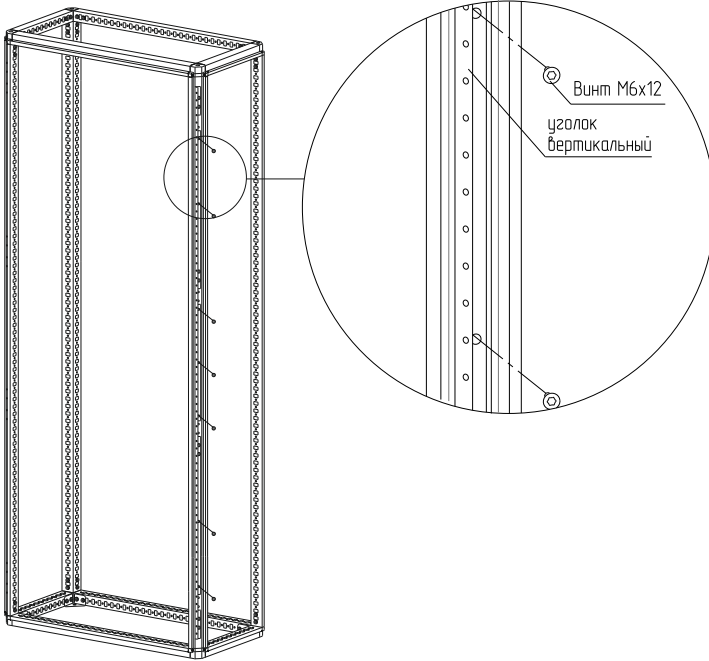

Рисунок 51
4.26.3 Закрепите уголок дополнительными винтами М6х 12 в просверленные отверстия (рисунок 51), момент затяжки – 7 Н·м.